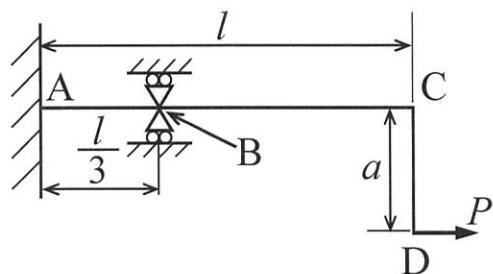

図 2
- (2) 図 2 に示すヤング率 E 、断面二次モーメント I が一定の L 字はりの構造体 ABCD について、端部 A は固定支持、端部 D には水平方向に荷重 P が作用している。支持点 B は回転支持であり、垂直方向下向きに生じる反力を R として、以下の問いに答えよ。